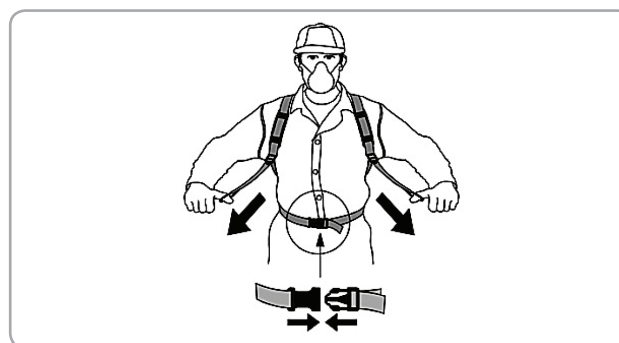

Fig.14
- Cu pompa pe spate și umplută ca și cum ar fi gata de pulverizare ajustați lungimea benzilor. Pentru confort maxim, utilizați curea de talie așa cum se arată în Fig 14. În cazul în care curelele sunt reglate corect, pulverizatorul trebuie să se potrivească confortabil pe spate cu greutatea așezată pe șolduri.